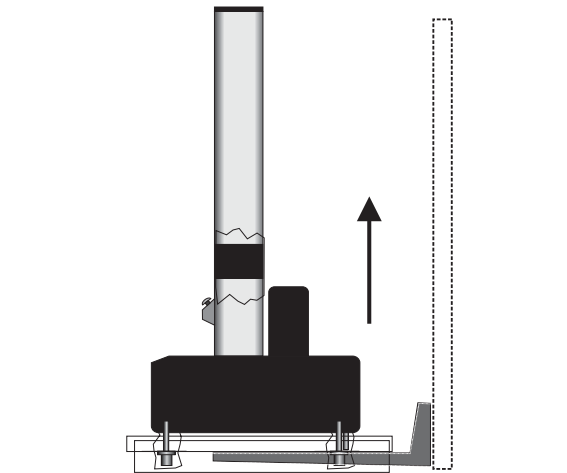

Figura 11. Elevação da estrutura usando o estrado de expedição
2. Insira cuidadosamente os garfos sob o estrado usado no envio, conforme mostrado na Figura 11 na página 61.